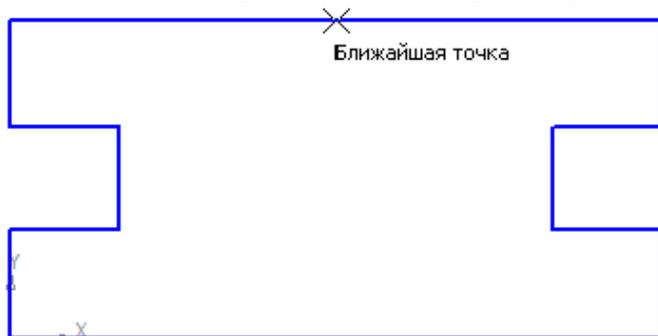

Рис. 14
- ведите курсор мыши по линии до тех пор, пока его «ловушка» не захватит объект (рис. 14);